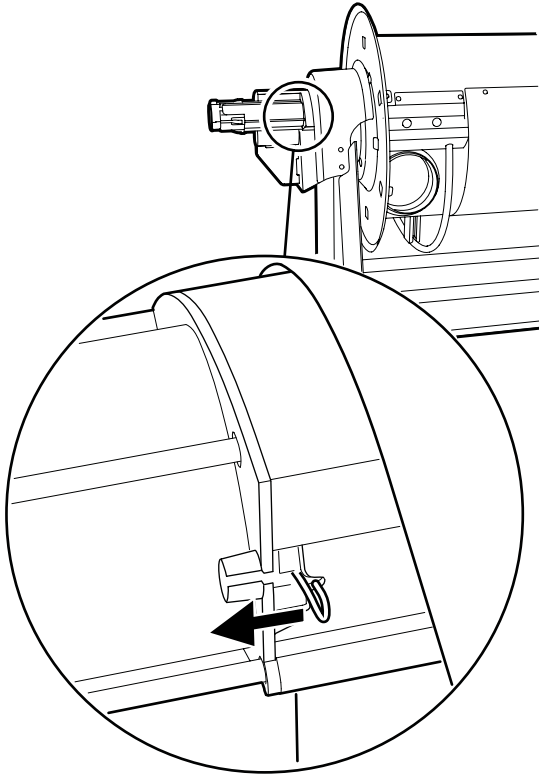

Fig. 5
Consulte la Fig. 5.
2. Desacoplamiento del motor, consulte la Fig. 5.